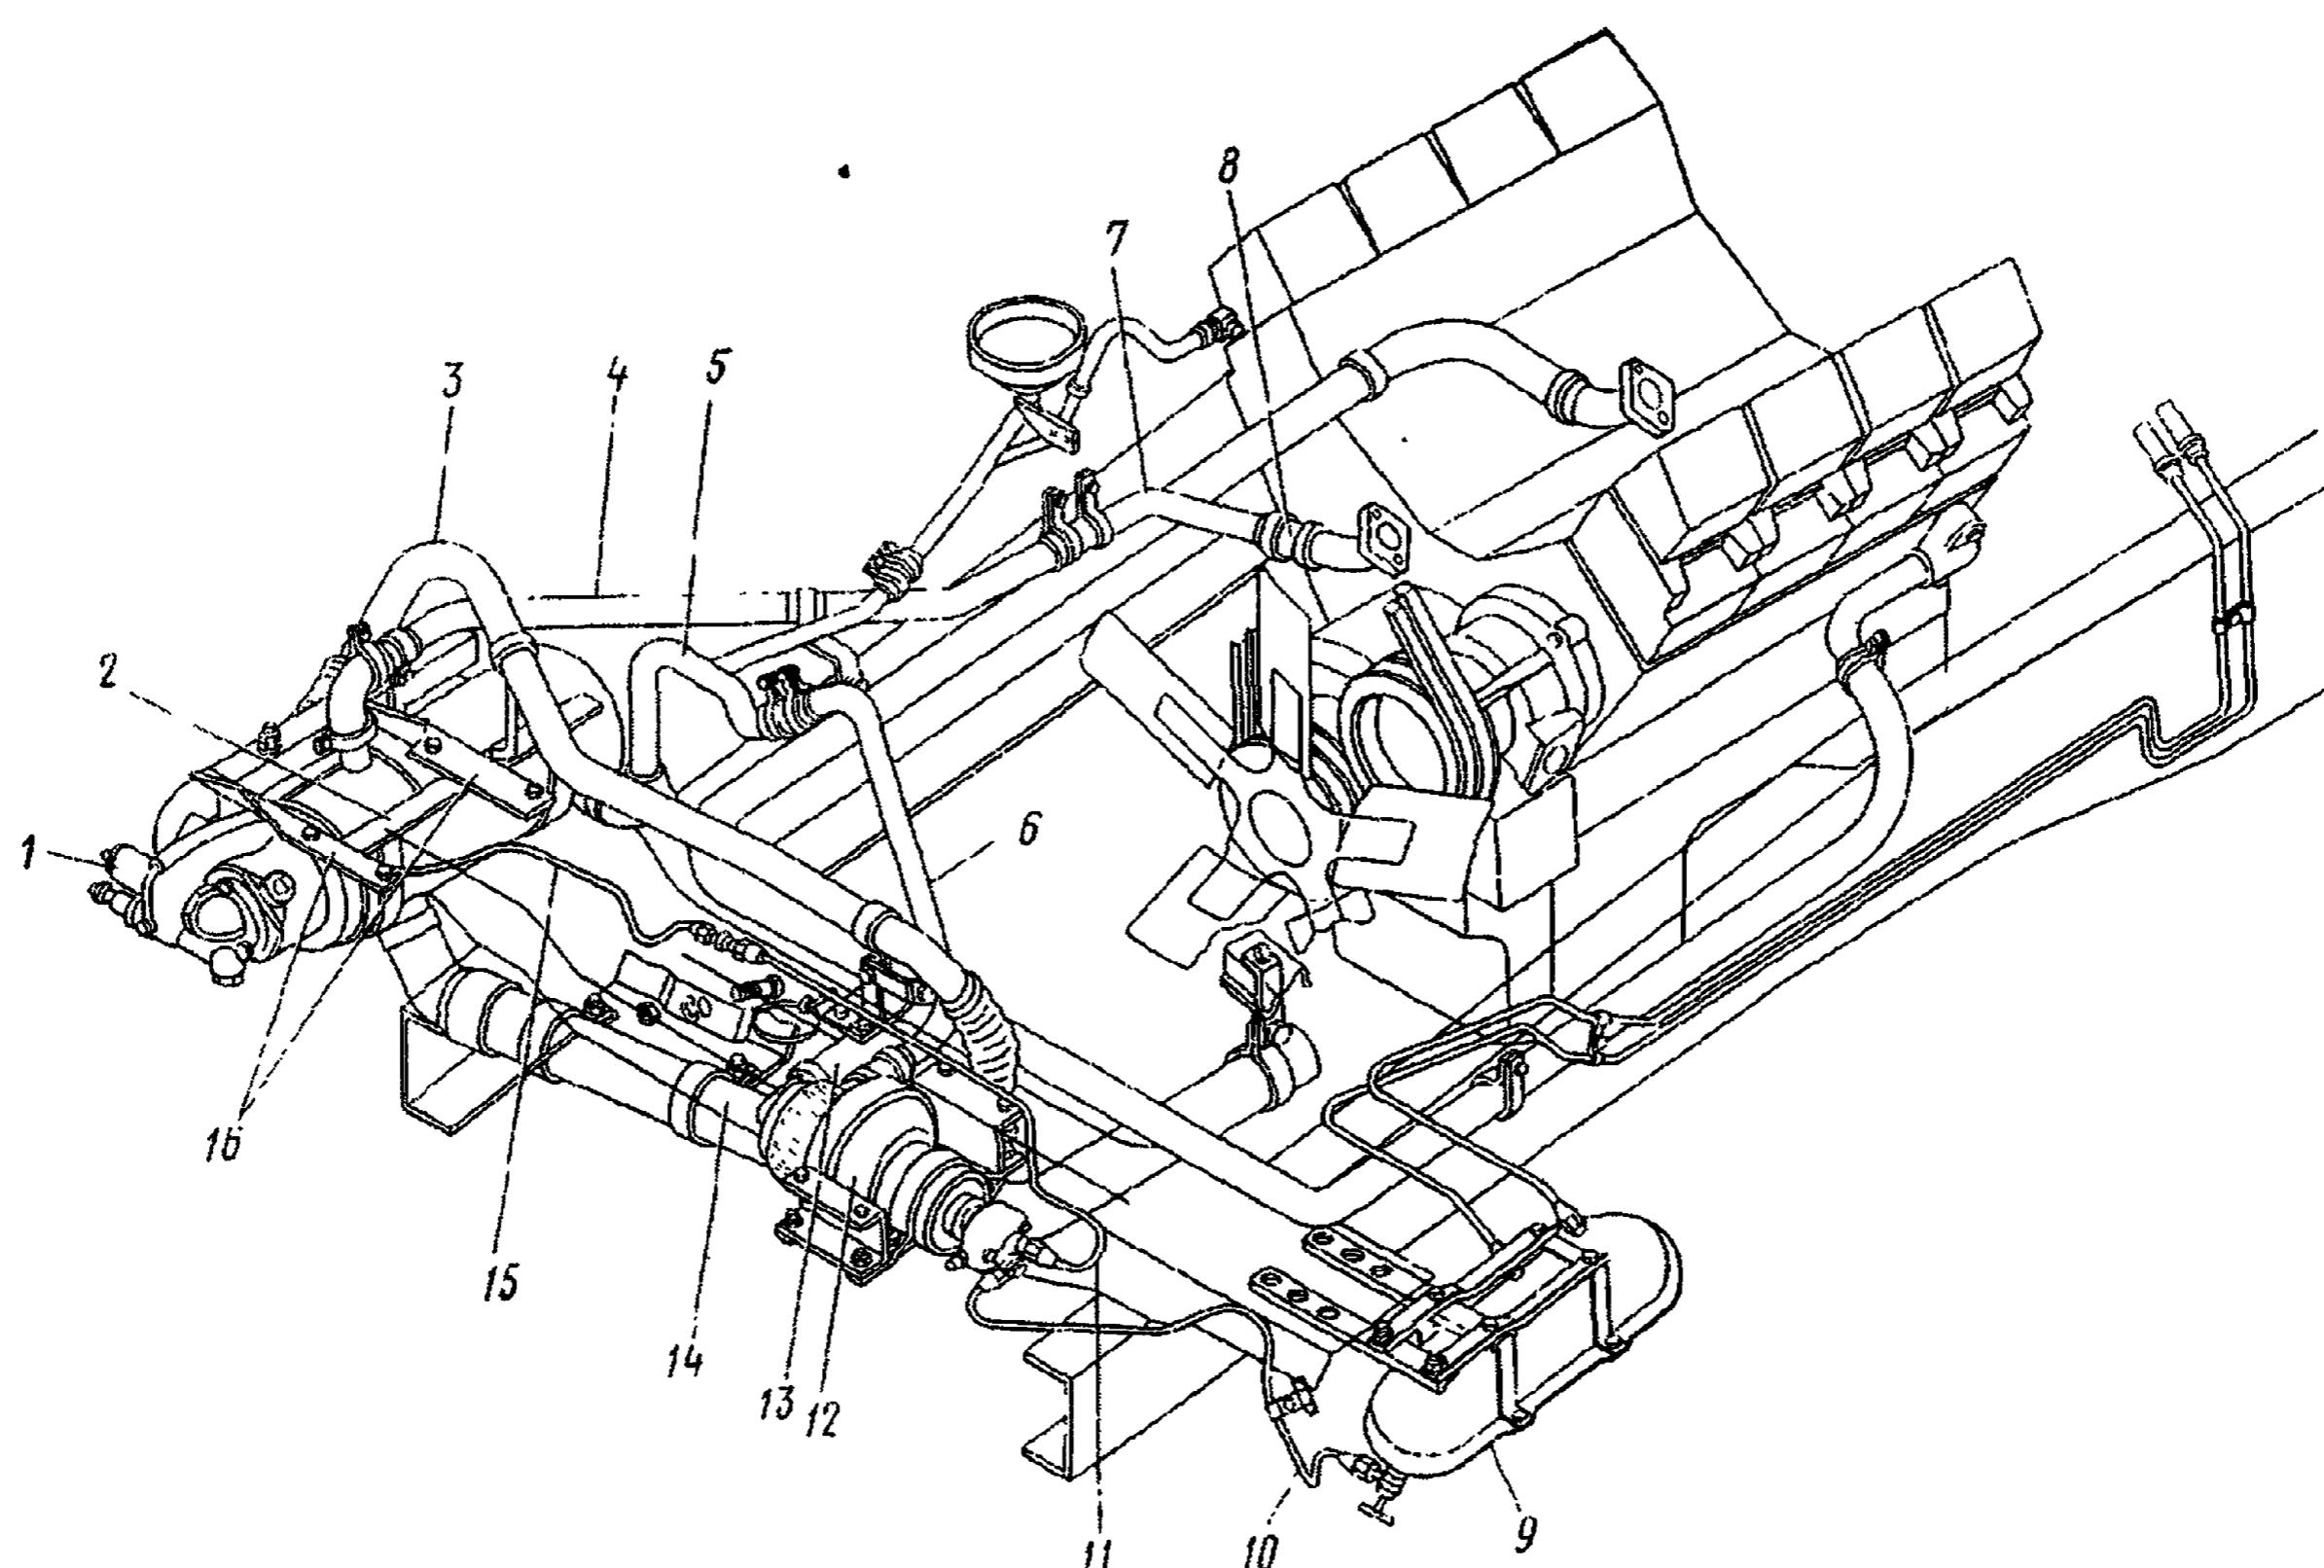

Рис. 24. Установка предпускового подогревателя на автомобиле:
4. Снимите резиновый чехол и отсоедините провод (коричневого цвета) от электромагнитного топливного клапана 1 (рис. 24)	Ключ 8 мм
3. Отверните накидные гайки трубы 10 (см. рис. 24) и трубы 11	Ключ 17 мм